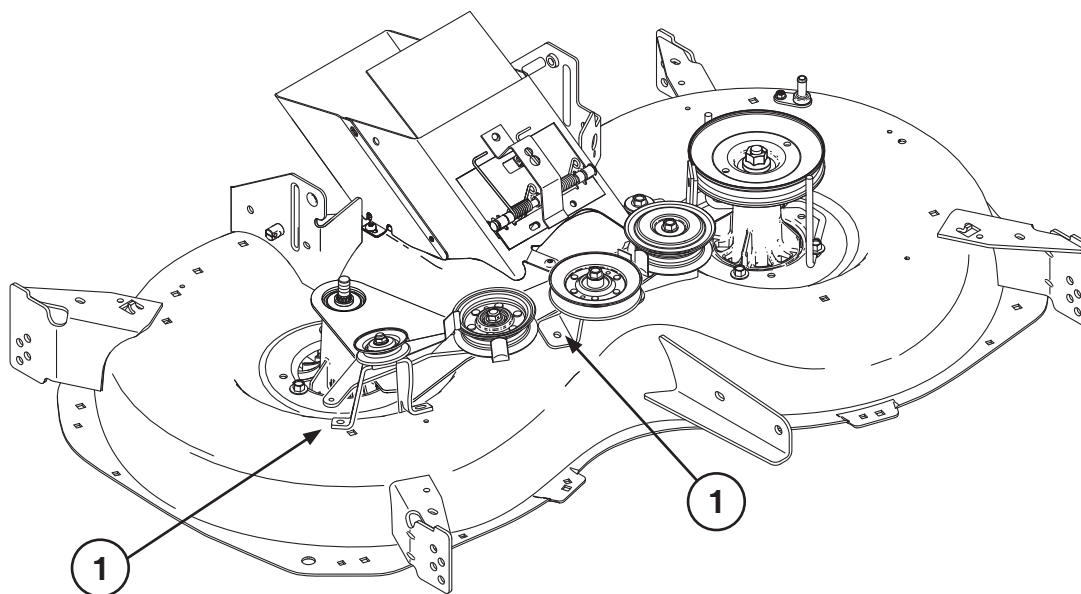

Fig. 4
- ⑥ 6. Umieścić dwie nowe śruby na wspornikach (1) i oznaczyć otwory na obudowie. Użyć wiertła 11/32", aby wywiercić otwory potrzebne do przymocowania wsporników (rys. 4)